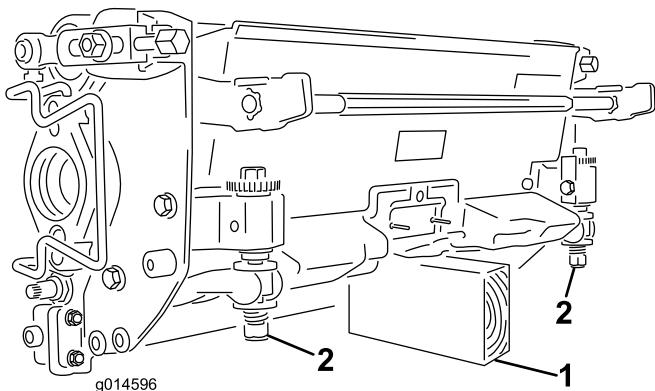

Figura 10
**Importante:** Quando occorre inclinare l'elemento di taglio per accedere alla controlama o al cilindro, sostenete la parte posteriore dell'elemento in modo tale che i dadi sul retro delle viti di regolazione della barra di appoggio non poggiino sul piano di lavoro (Figura 10).